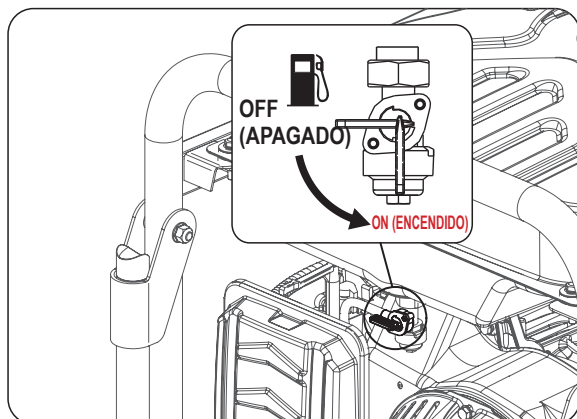

Figura 10
- Gire la válvula de combustible a la posición "ON" (abierta). (Consulte la figura 10)